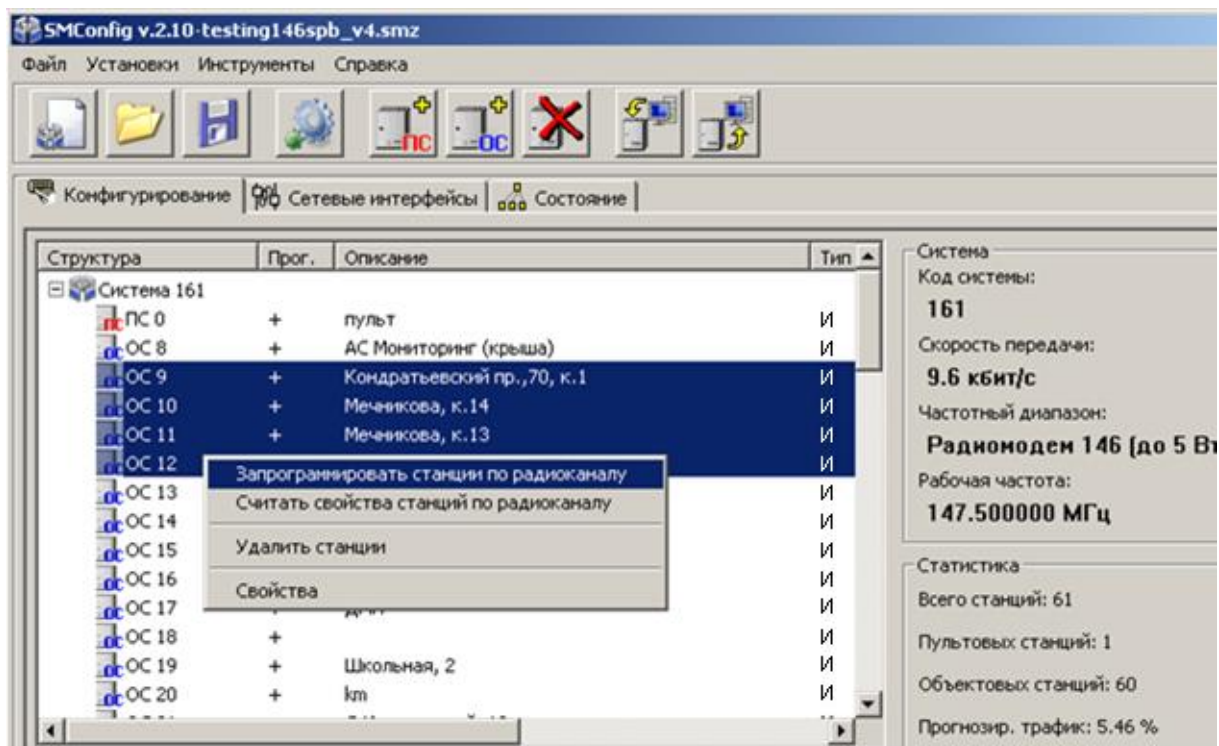

Рис. 31
- Выбрать в контекстном меню пункт "Запрограммировать станцию по радиоканалу" – для записи свойств или "Считать свойства станции по радиоканалу" – для чтения свойств ОС (Рис. 31).